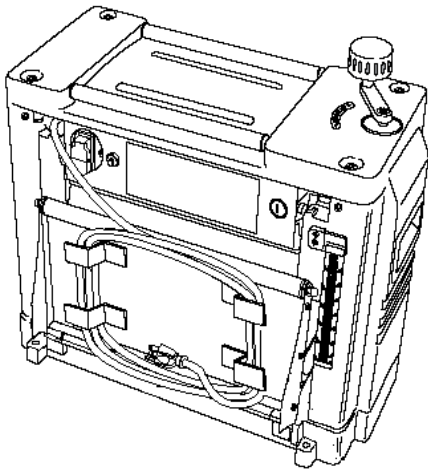

Рис. 2.
- Сетевой провод можно закрутить на нижней стороне загрузочного стола (рис. 2).